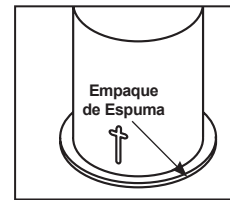

Figura 3
**Paso 3.** Localice el sobre del kit de empaques Air-Loc proporcionado en la caja del accesorio. Coloque el empaque de espuma en la superficie superior del anillo de metal de la lata (Figura 3).